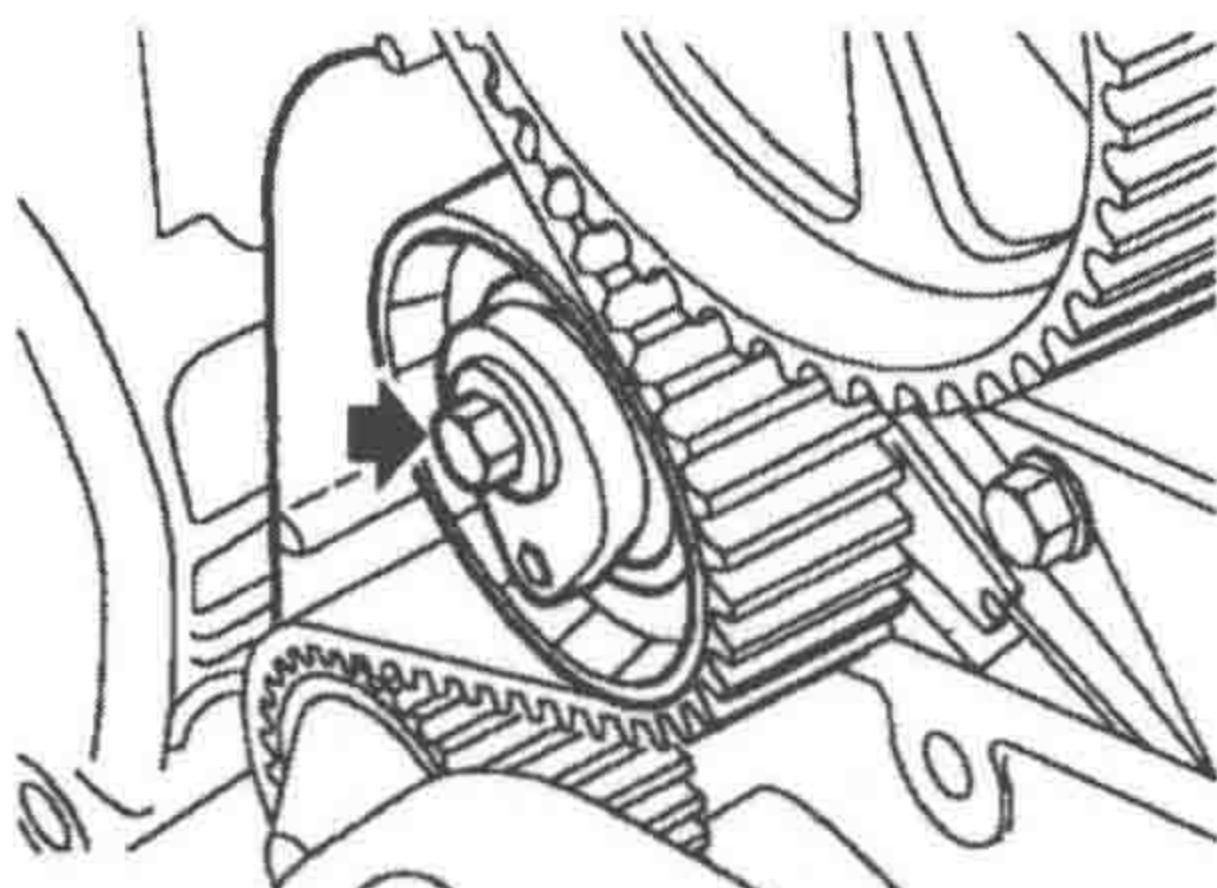

图 1-1-7 正时皮带张紧轮螺栓
⑮ 拆卸正时皮带张紧轮螺栓（图 1-1-7 中箭头）并将其废弃。拆卸张紧轮。如果还要继续使用拆下的正时皮带，则在正时皮带上标出转动方向，以免在安装时发生错装。
⑯ 拆卸凸轮轴正时皮带。